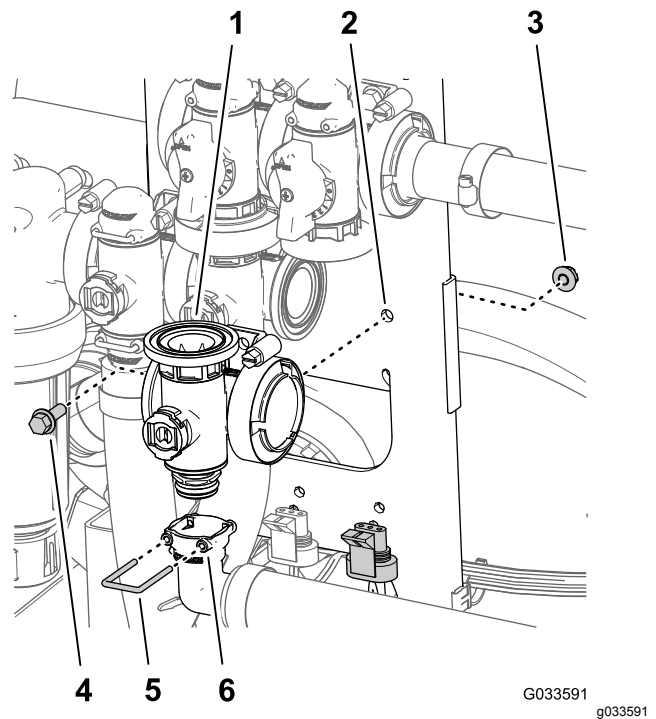

Bild 115
5. Fluchten Sie die Buchse des 90°-Auslaufanschlusses unten am Verteiler für das Hauptauslegerventil mit dem Kupplungsanschlussstück aus (Bild 115).
6. Stecken Sie einen Halter in die Buchse des Auslaufanschlusses, um das Kupplungsanschlussstück des Auslaufanschlusses zu befestigen (Bild 115).